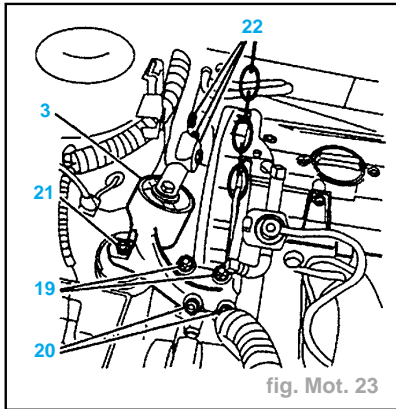

fig. Mot. 23
- Reposer l'ensemble support moteur et biellette anticouple (3) fig. Mot. 23).
- Serrer (daN.m) (fig. Mot. 23) :
- les écrous (19) 8
- les vis (20) 8
- l'écrou (21) 4,5
- les 3 vis de fixation (22) 5
- les écrous (19) 4,5
- les vis (20) 6